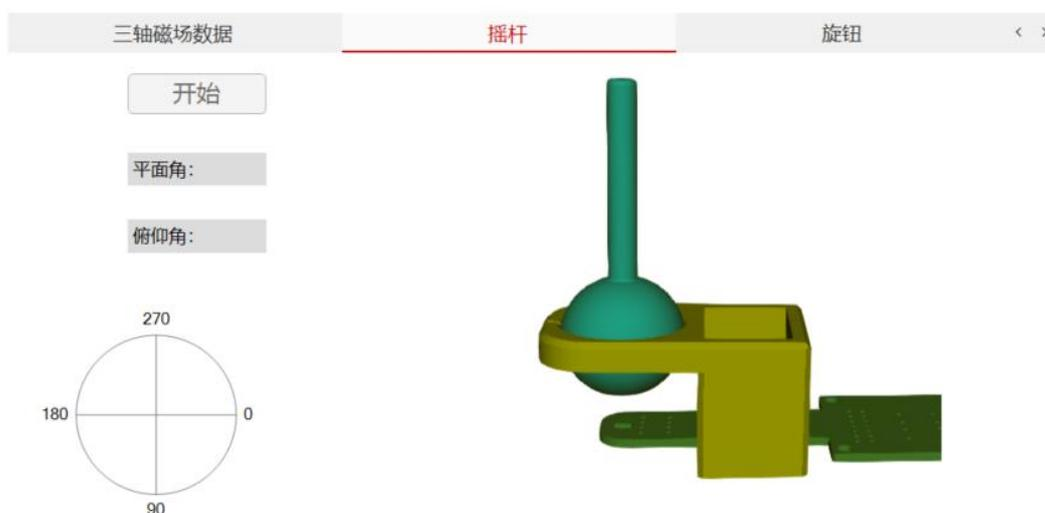

图15 三轴磁场数据输出GUI界面示意图
- 如图15右侧为摇杆旋转的3D模型，左下角是摇杆在XY平面上的投影。